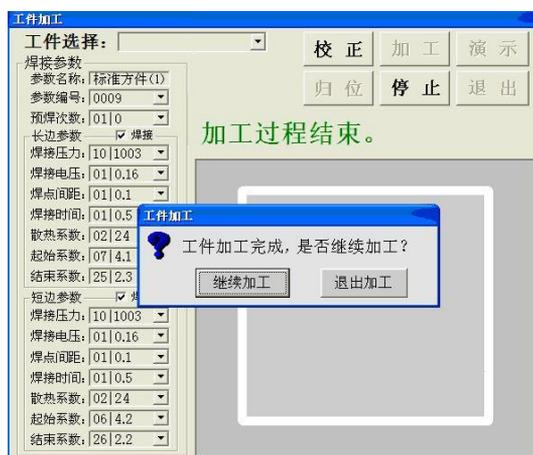

图 2-13 加工过程结束
(7) “加工”完成后，单击“继续加工”按钮或手动按下机头上的“工作”键，即可继续以相同的参数加工同一种工件。单击“退出加工”按钮，则结束该加工过程，如图 2-13 所示。